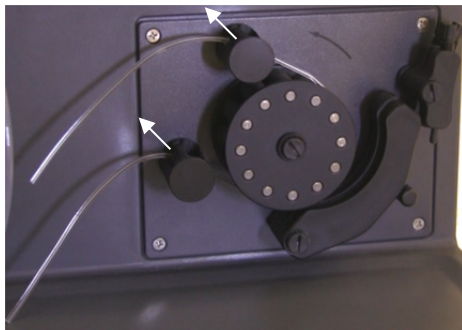

Рис. 11. Перистальтический насос с отведенными и свободно опущенными прижимными планками, позволяющими высвободить шланг.
- a Вытяните винты прижимной планки. Это позволит высвободить их из прижимной планки (см. рис. 11).